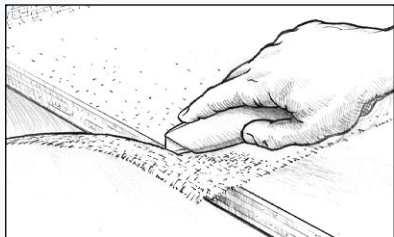

Abbildung 25 Schneiden Sie überschüssiges Gewebe ab, wenn das Epoxidharz in den Geleezustand gewechselt hat, jedoch noch nicht ausgehärtet ist.
8. Schneiden Sie überschüssiges Gewebe und Überlappungen ab (Abbildung 25), wenn das Epoxidharz noch im geleeartigem Zustand ist. Sie können das Gewebe dann noch ohne Schwierigkeiten mit einem scharfen Teppichmesser abschneiden. Entfernen Sie Überlappungen folgendermaßen: